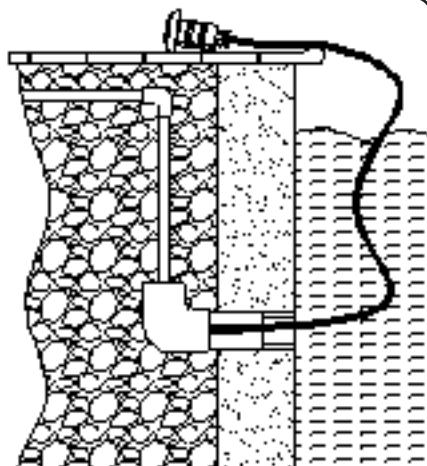

FIG. 2
4. Lassen Sie ausreichend Kabel frei, damit Sie im Falle einer Anomalie den Strahler bis zum Schwimmbeckenrand bewegen können. Abb. 2)
Es ist darauf zu achten, daß 1,5 m aufgewickeltes Kabel im Strahlerkörper zurückbleibt, um den Strahler später für eine Wartung oder Auswechseln der Lampe bis zum Rand des Pools herausziehen zu können (Fig. 2).